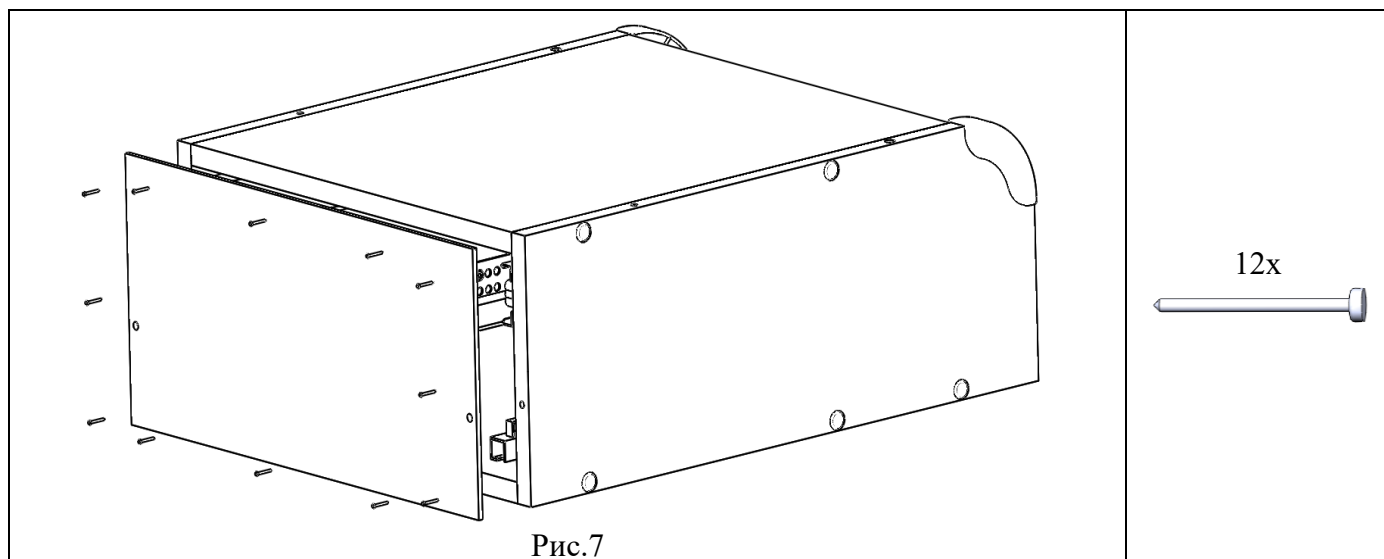

Рис.7
4.1.8. К сборке по п.4.1.7. установить и закрепить ТСН.04.081. Стенку заднюю (поз.5) при помощи гвоздей 1x16 мм (поз.11, пакет №138а), совместив технологические отверстия на стенке задней и боковинах тумбочки, см. рис. 7.